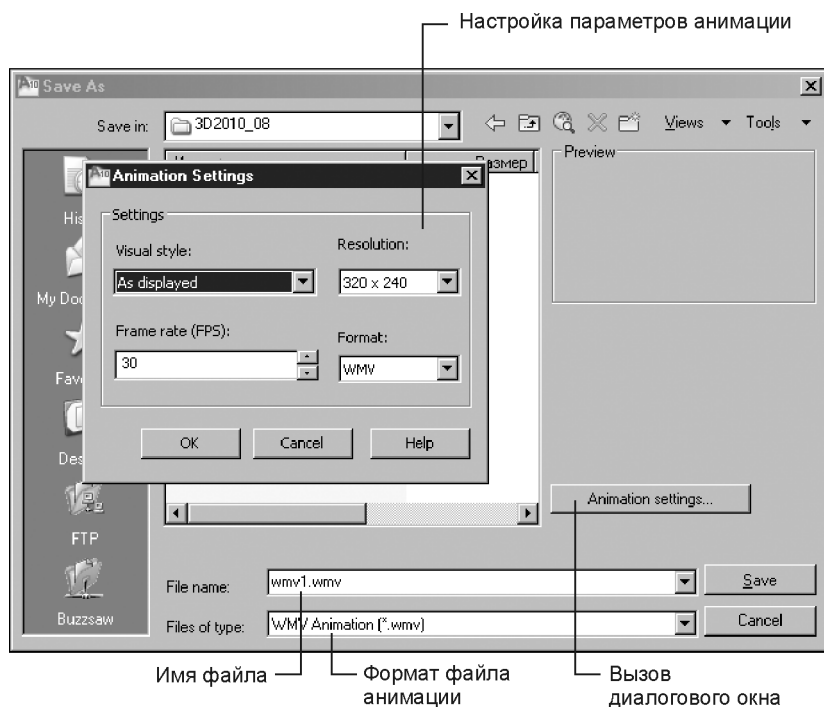

Рис. 8.11. Диалоговое окно **Animation Settings** для настройки параметров файла анимации
7. В появившемся диалоговом окне **Save As** (Сохранение файла) щелкните кнопку **Animation settings** (Параметры анимации) (рис. 8.11) для настройки параметров создаваемого файла.
8. В диалоговом окне **Animation Settings** (Параметры анимации) установите визуальный стиль, разрешение, частоту кадров и формат (расширение) файла (рис. 8.11), а потом щелкните кнопку **OK** и вернитесь в диалоговое окно **Save As** (Сохранение файла).